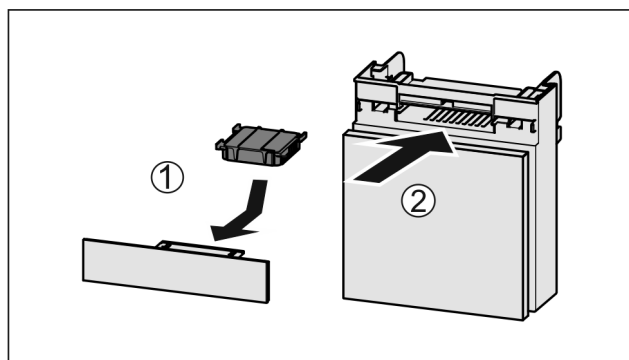

Fig. 126
- ▶ Insérer le filtre à charbon actif d'après le schéma Fig. 126 (1).
- ▶ Insérer le compartiment Fig. 126 (2).